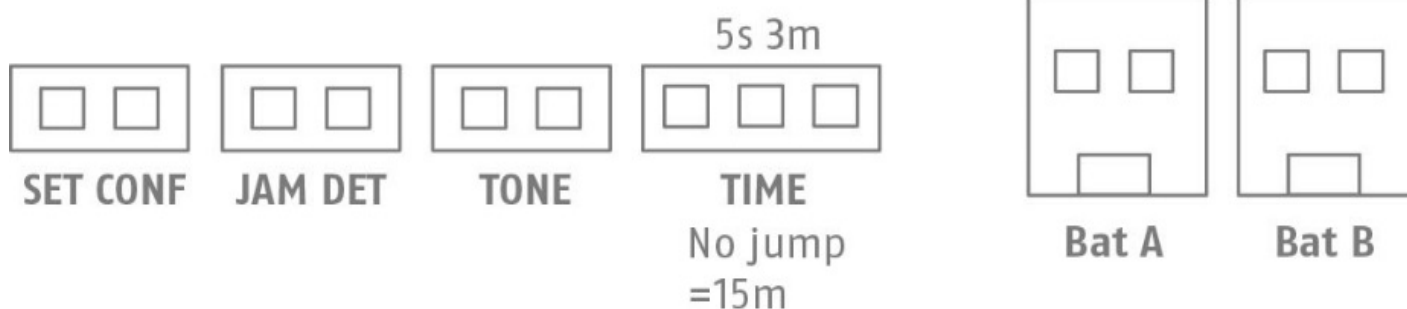

Figura 3: Jumper e collegamenti
- Inserire tutti i jammer nella sirena nelle posizioni desiderate (vd. figura 3).